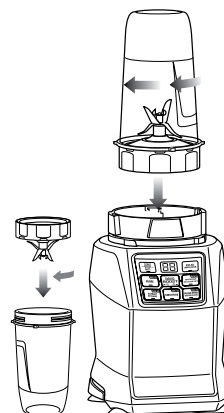

Fig. 1
- 4 Placez le jeu de lames Pro Extractor Blades dans le gobelet et vissez-le fermement dans le sens horaire, jusqu'à ce qu'il soit bien scellé. (Fig. 1)